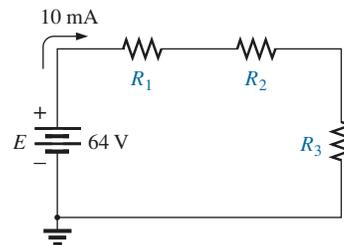

FIG. A4.117
- *34. a. Diseñe el circuito de la figura A4.117 de modo que $V_{R_2} = 3V_{R_1}$ y $V_{R_3} = 4V_{R_2}$.